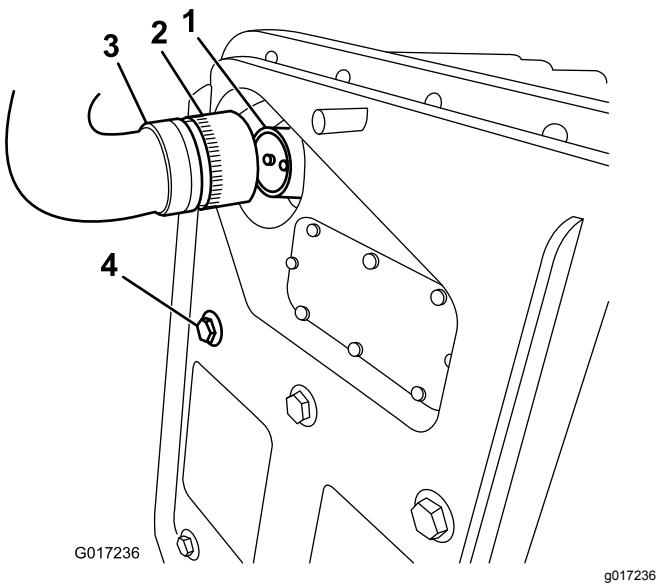
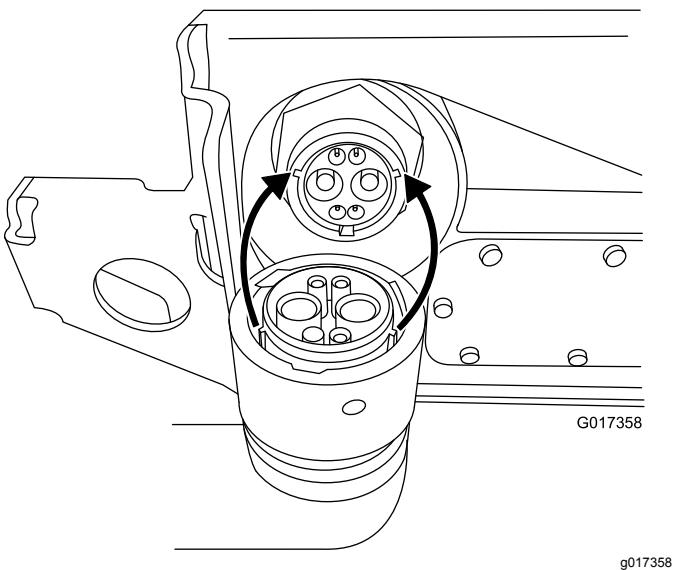

Bild 13
Bild 14
**Hinweis:** Drücken Sie den Kabelbaumanschluss in den Akkuanschluss (Bild 13 und Bild 14).